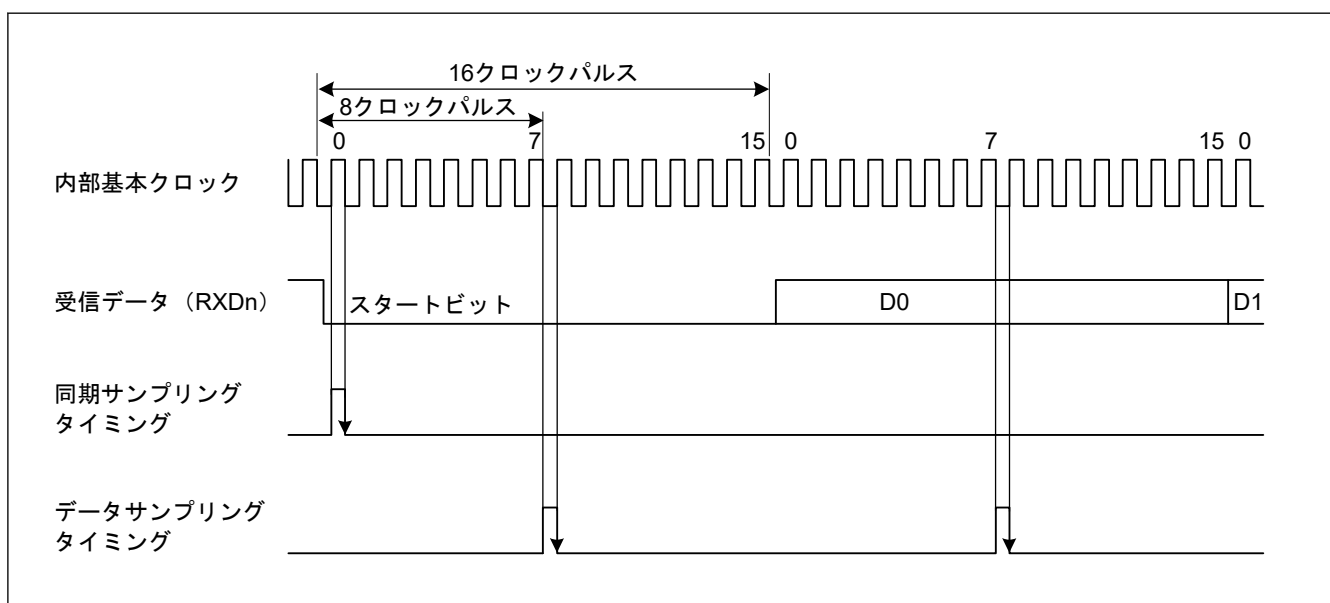

図 29.7 調歩同期式モードでの受信データサンプリングタイミング
また、図 29.7 に示すように、受信データは基本クロックの 8 パルス目^(注1)の立ち上がりエッジでサンプリングされるため、各ビット（サンプリング時間を調整しない場合（SPTR.ASEN = 0））の途中でデータが取り込まれます。調歩同期式モードでの受信マージンは以下の式 (1) のように表すことができます。
スタートビットの決定条件は、Low 状態がビットの中間点より後ろまで続くことです。サンプリングタイミングと同様です。図 29.7 では、スタートビットを検出するためには Low 状態が 8 サイクルより長く続く必要があります。Low 状態が 8 サイクルより長く続かなかった場合は、IP はこれをノイズと判断します。したがって IP はスタートビットの受信待機をしません。